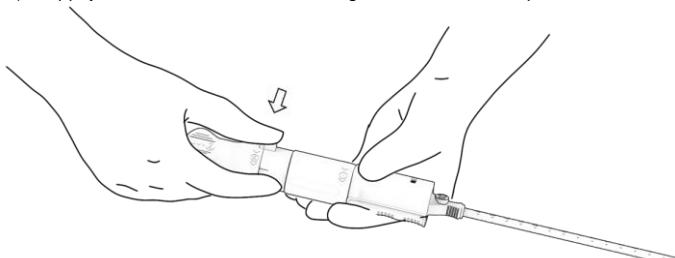

Figure 15. Verrou de la came de libération.
- Localiser le verrou de came (« 4 ») et appuyer à fond sur ce bouton vert. Figure 15. Veiller à ce qu'il soit entièrement enfoncé avant de passer à l'étape 5.